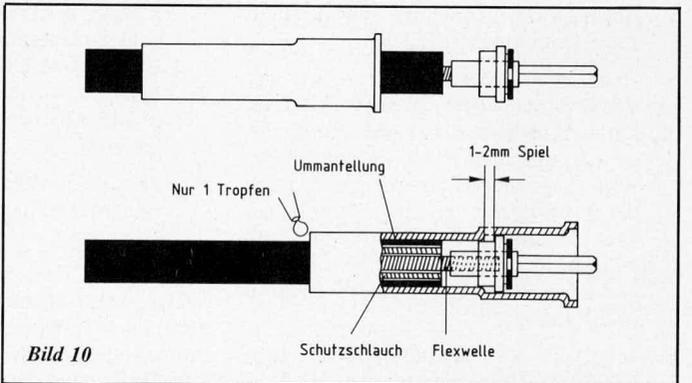

Bild 10
11. Jetzt wird die Schlauchhülse soweit in Richtung Mitnehmer gezogen, bis ca. 1 bis 2 mm Spiel bleibt (Bild 10). Die Tachowellenseele muß sich also um 1 bis 2 mm in Achsrichtung hin und herschieben lassen.
12. Von der Hinterkante aus wird jetzt etwas Zwei-Komponenten-Kleber zwischen Schlauchhülse und Schutzschlauch eingefügt (Bild 10).